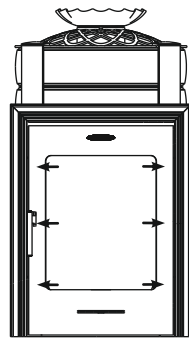

Рисунок 4. Места установки винтов
1. открутить винты 6 шт., которыми прикрепляется рамка к топливному каналу, и снять ее (см. рисунок 4);